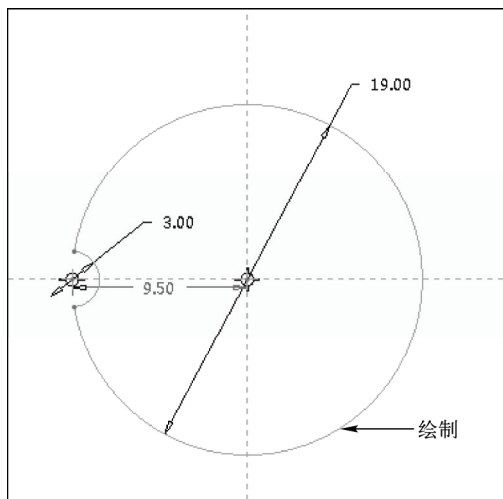

图 15-4 绘制草绘截面一
STEP 03 在功能区选项板的“模型”选项卡中，单击“形状”面板中的“拉伸”按钮, 打开“拉伸”选项卡，选择“FRONT”基准平面作为草绘平面，进入草绘环境，单击“草绘”选项卡中的相应按钮，绘制草绘截面，如图 15-4 所示。